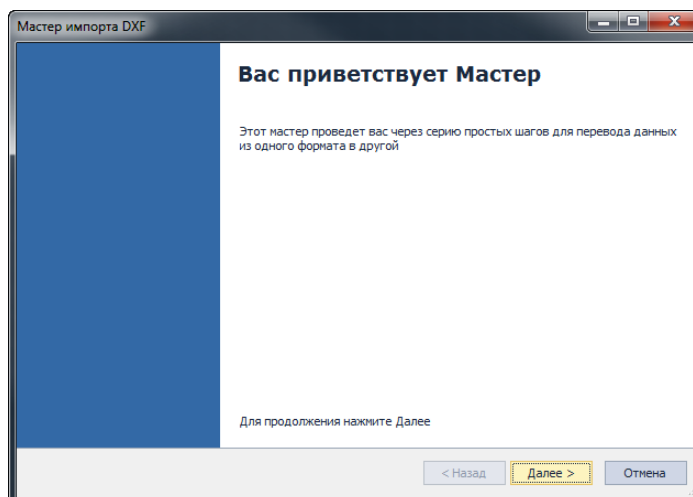

Рис. 72 Стартовое окно мастера импорта .dxf
3. Нажать кнопку «Далее» в отобразившемся на экране стартовом окне мастера «Импорт DXF», см. Рис. 72.